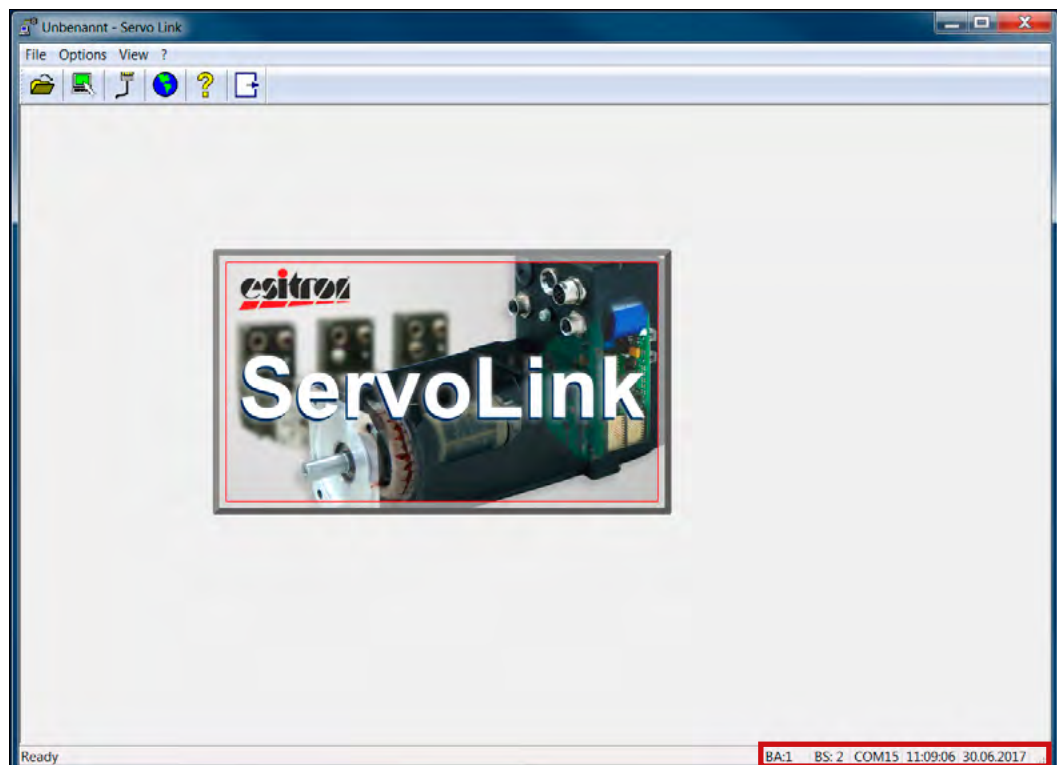
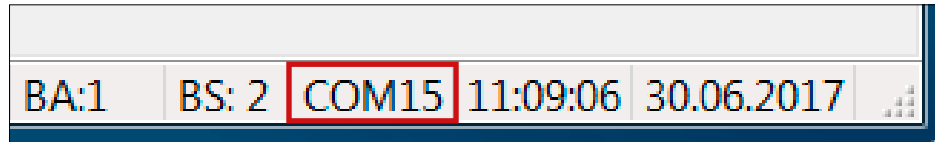

Abb. 12: Aktiver COM-Port im ServoLink-Programm
Abb. 13: Statusleiste: aktiver COM-Port
4.2 Überprüfen Sie die ausgewählte COM-Port-Nummer (siehe Abb. 12 und Abb. 13).